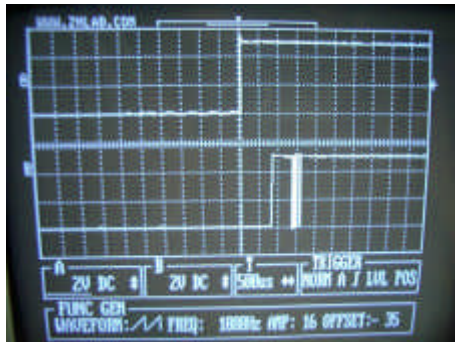

图 2 上波形为继电器上电，下波形为常闭触点断开。
5. 先将开关 SW1 断开，然后合上，这时示波器会捕捉到类似于图 2 所示的波形，并且只要您不重复开合开关 SW1，波形将一直保持，您还可以调节水平位置观察继电器动作前后更远的波形。